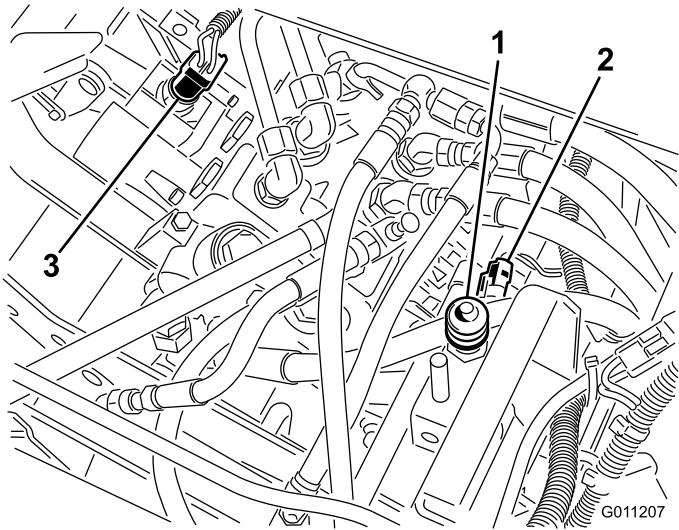

Figura 46
2. Rimuovete la guaina dal terminale del pulsante del microinterruttore del sedile (Figura 46) e conservatela per l'installazione sul microinterruttore di ricambio. Scollegate i connettori del microinterruttore.
2. Scollegate i connettori del microinterruttore della trazione, installato nel coperchio del distributore sulla valvola selettrice (Figura 46).
2. Scollegate i connettori dai terminali del microinterruttore di tosatura/sollevamento installato nel coperchio del distributore (Figura 46).